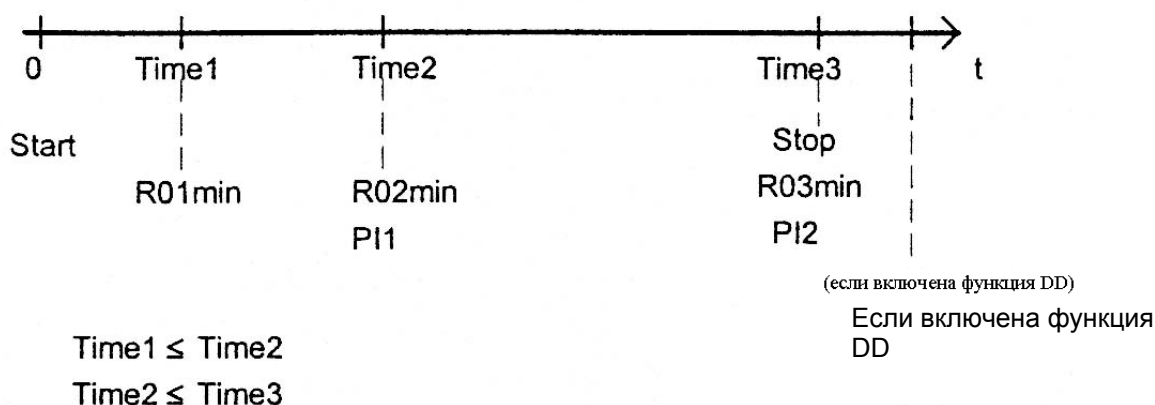

**Рис. 12** Меню настройки в диагностическом тесте
- Нажмите клавишу **SELECT**, на дисплее появится меню настройки, см. рис. 12